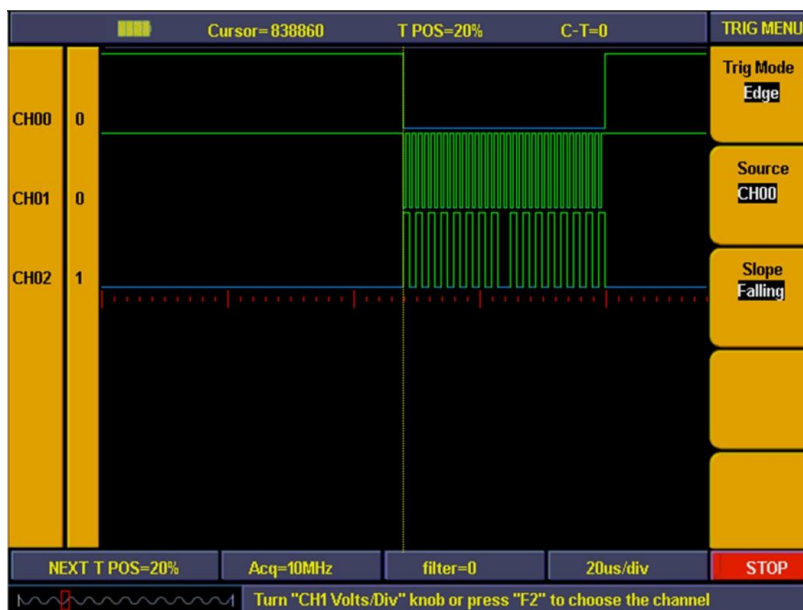

Abb. 15
6. Die Einstellung des Triggermenüs ist abgeschlossen (s. Abb. 15).